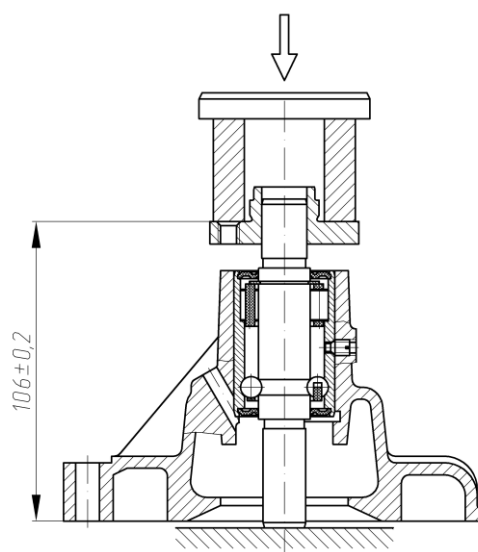

Рисунок 68. Напрессовка ступицы шкива водяного насоса
- напрессовать на валик подшипника ступицу шкива насоса, выдержав размер $(106,0 \pm 0,2)$ мм (рис.68);